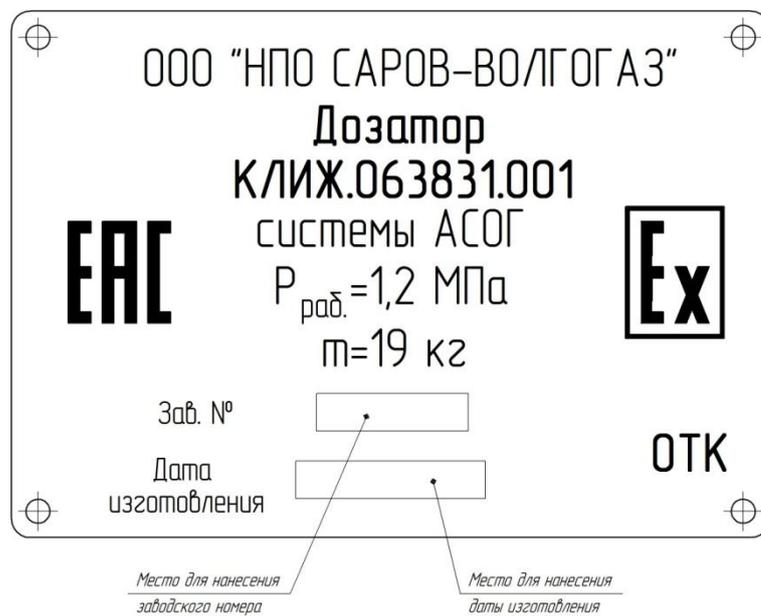

Рисунок 17 – Табличка на дверце шкафа дозатора
- рабочее давление, масса, заводской номер, дата изготовления дозатора и штамп «ОТК» (см. рисунок 17).